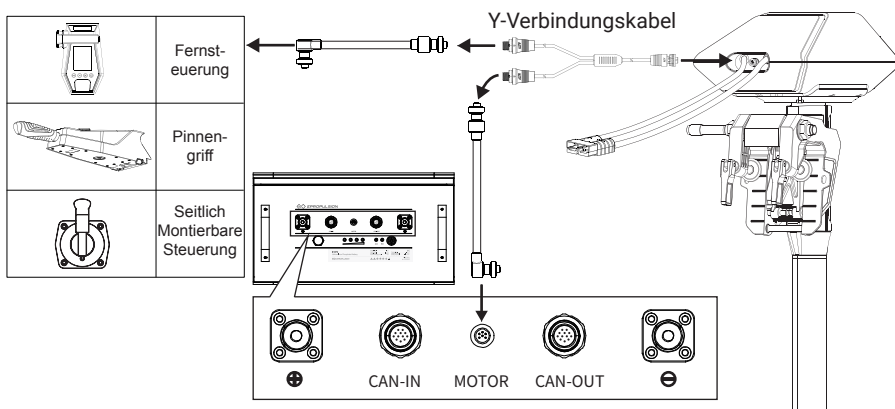

Abbildung 2-2
3. Wenn Sie den ePropulsion-Außenborder mit einer kabelgebundenen Fernbedienung, einer Pinne, einer Seitlich Montierbaren Steuerung oder sonstigen Steuersystemen verwenden müssen, empfiehlt sich die Verwendung eines Y-Verbindungskabels (separat erhältlich) zum Anschließen Ihrer Ausrüstung (siehe Abbildung 2-2).